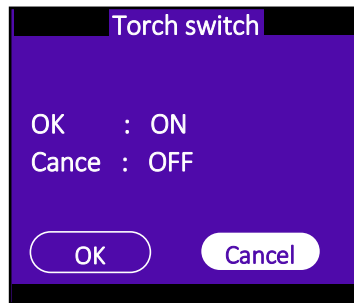

Figura 4.9 Interruptor de linterna
2. Seleccione el 4 en el menú “Torch” el cual muestra una interfaz donde podrá señalar OK para encenderla o “Cancel” para apagarla como se muestra en la figura 4.9: